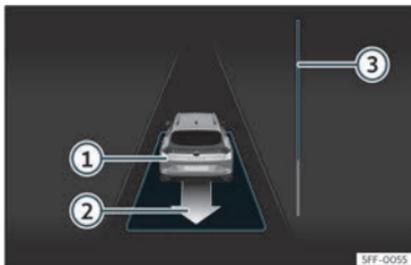

Fig. 179 Sur l'écran du combiné d'instruments : sortir d'une place de stationnement en créneau.
- Reculez jusqu'à ce que retentisse le signal continu du ParkPilot ; **OU** : reculez jusqu'à ce que l'indication de passer en marche avant apparaisse sur l'écran du combiné d'instruments. La barre de progression»» **fig. 179** ③ indique la distance à parcourir»» page 302.